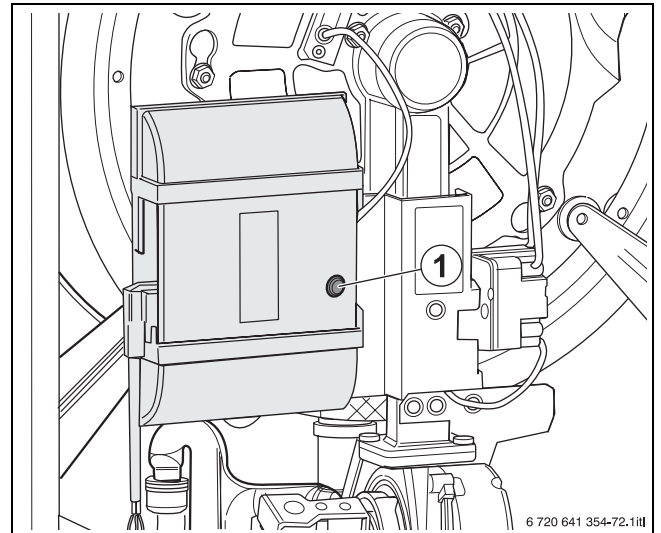

Fig. 4 Puesta a cero de los fallos en el SAFe
- ▶ Pulsar la tecla **Reset** en el SAFe (→ fig. 4, [1]).